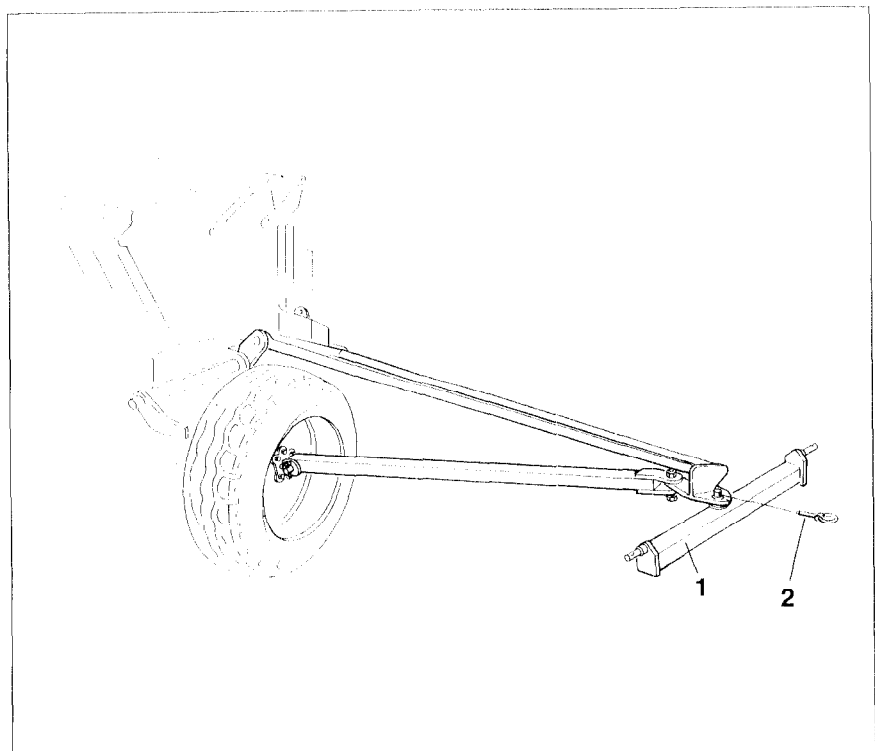

Fig. 20.10
- Unterlenkerdrehpendel (Fig. 20.10/1) von unten in die Aufnahme der Zugdeichsel stecken und mit dem Klappstecker (Fig. 20.10/2) sichern.